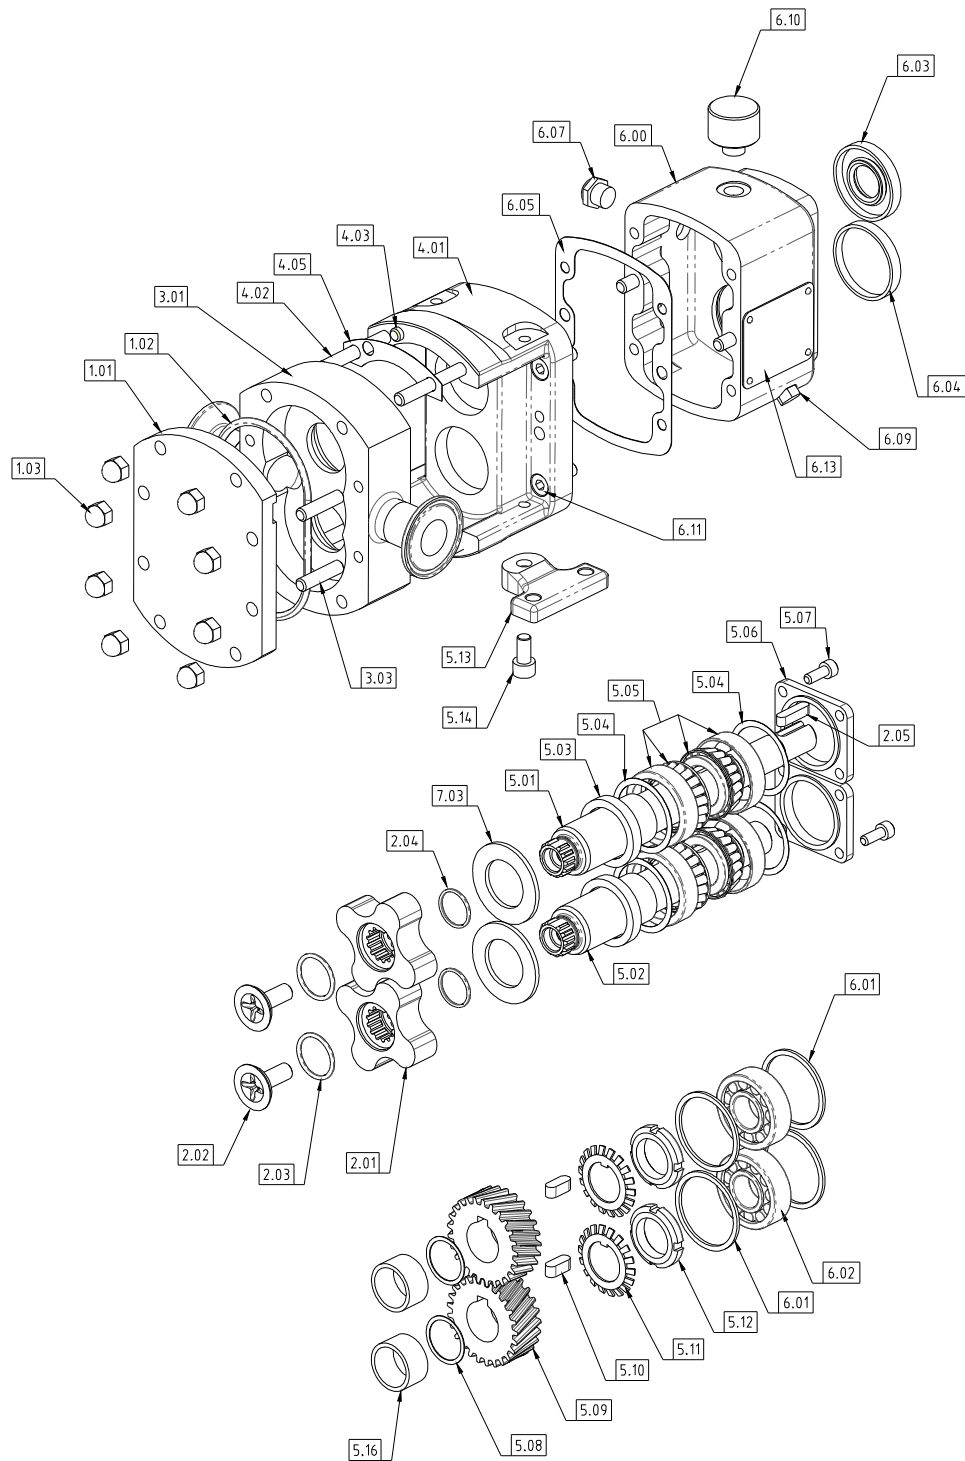
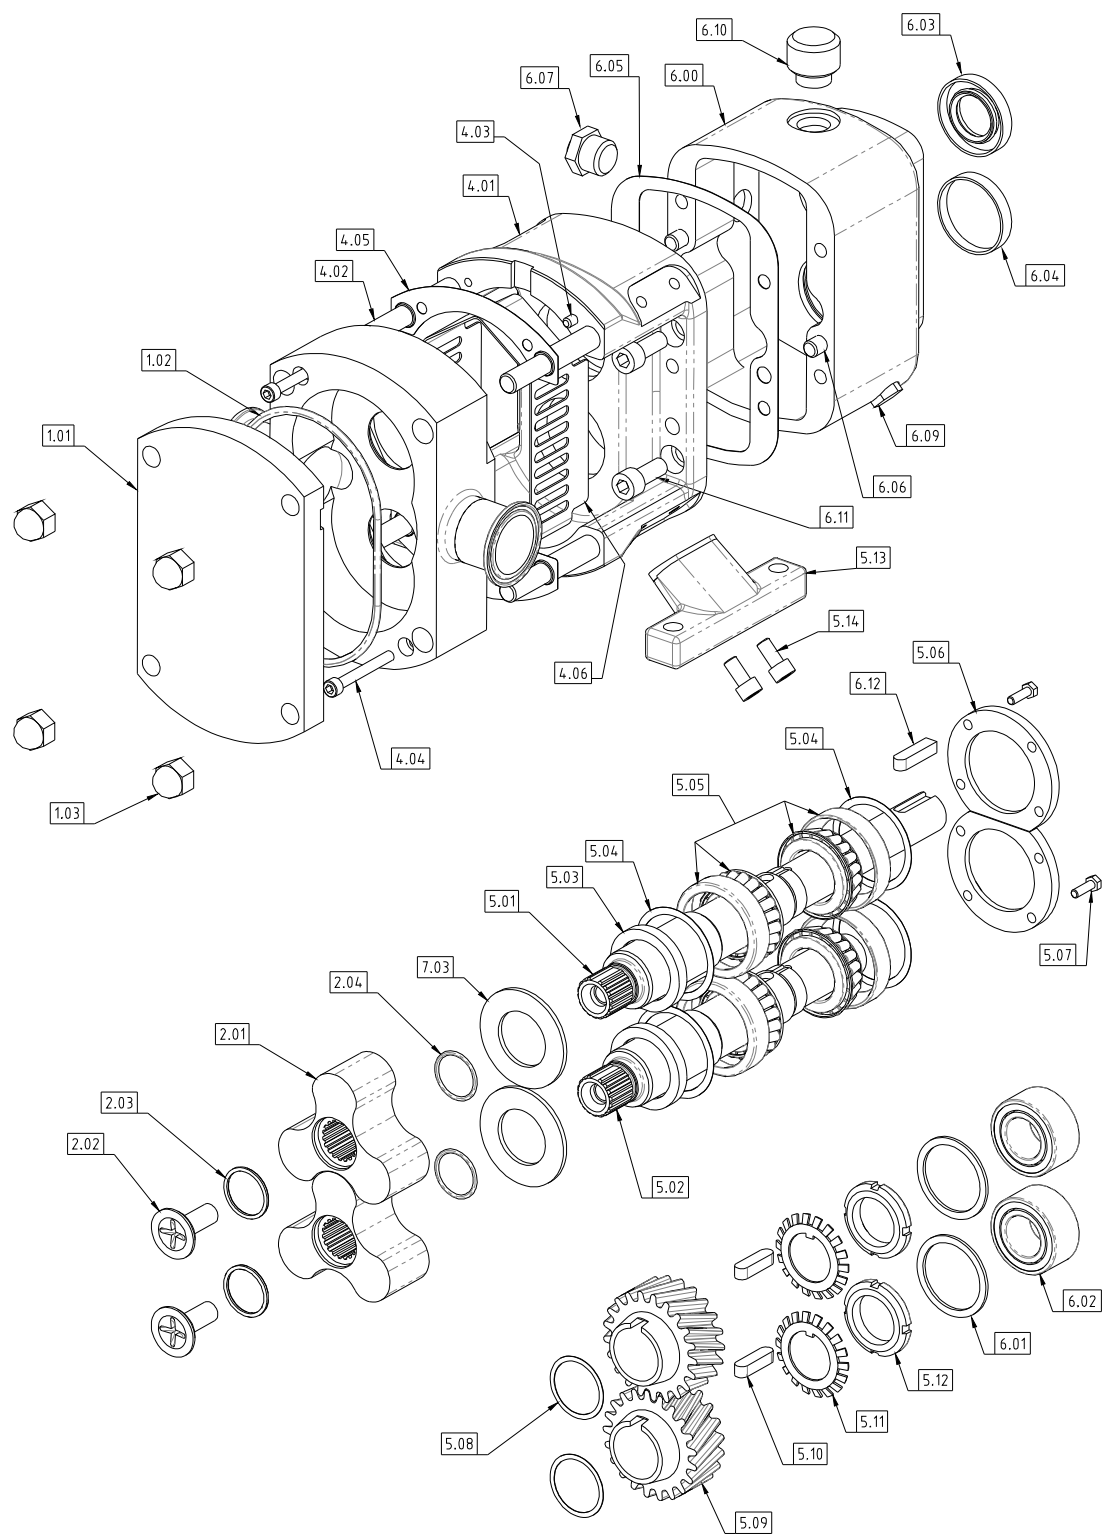

Fig 22 CP10 ingående delar
Fig 23 CP20 och CP30 ingående delar
- Se Fig 22 för CP10; Se Fig 33 för CP20 och CP30.
4.1.3 CP10, CP20 och CP30 Montering av växelhus se Fig 22 för CP10 eller Fig 23 för CP20 och CP30.